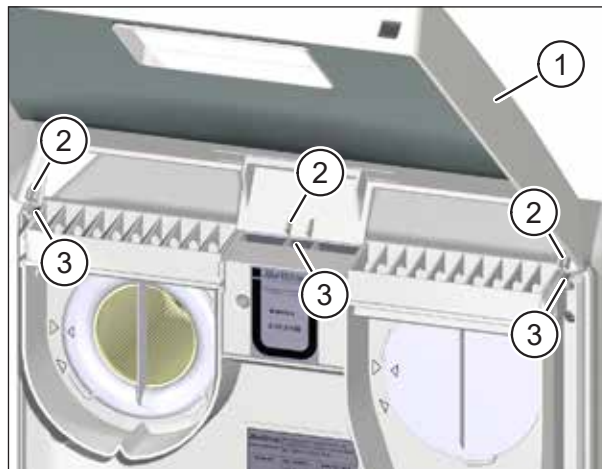

Abb. 17: Gerätedeckel auf Lüftungsgerät aufsetzen
- ▶ Fassen Sie den Gerätedeckel (Pos. 1 in Abb. 17) des Lüftungsgerätes mit beiden Händen und neigen Sie die Oberkante des Gerätedeckels in Richtung Lüftungsgerät.
- ▶ Setzen Sie die Nasen (Pos. 2 in Abb. 17) des Gerätedeckels in die Öffnungen (Pos. 3 in Abb. 17) an der Oberseite des Lüftungsgerätes ein.